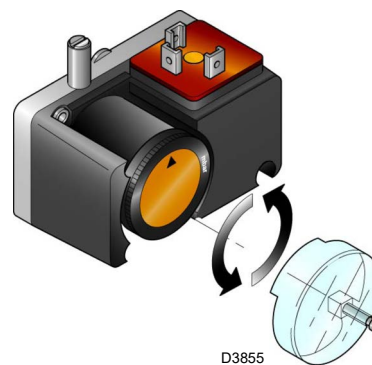

Fig. 29
- Regular el presostato gas de mínima (Fig. 29 a pág. 32) en el inicio de la escala.
Realizar el ajuste del presostato gas de mínima (Fig. 29) después de ajustar el quemador, las válvulas de gas y el estabilizador de la rampa.